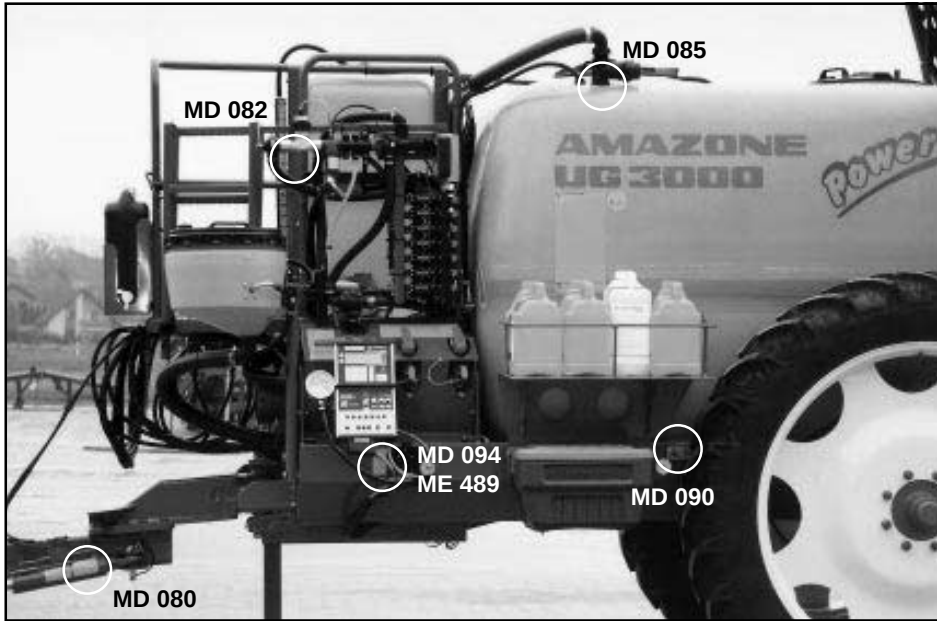
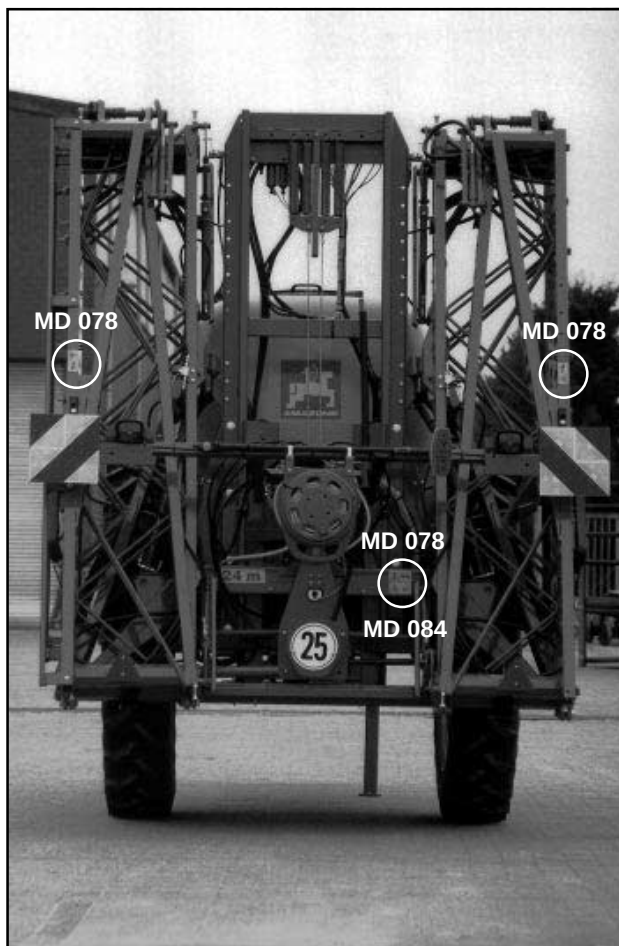

Fig. 2.1
Fig. 2.2
- Les fig. 2.1 et fig. 2.2 montrent les emplacements où doivent être apposés les pictogrammes et les panneaux de signalisation. Leur signification est expliquée dans les pages suivantes.